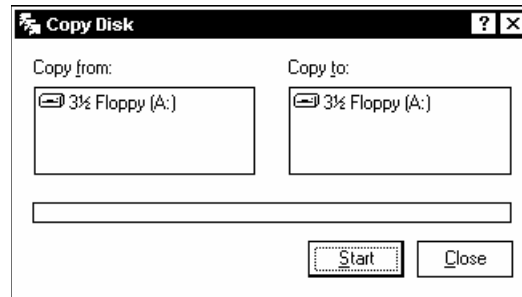

Figura 1-5. Início da Cópia do Disco
6. Clique em **Iniciar** para ler o disco fonte (disco de instalação do ROCLINK); ver Figura 1-5.
9. Clique **Fechar**. Observe a Figura 1-5 na página 1-22.